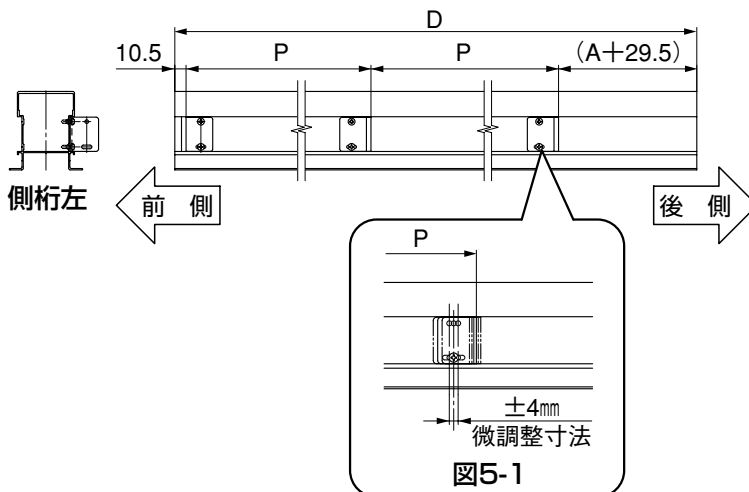

図5-1
- 桁組付金具の下側止め孔は長孔になっています。(図5-1参照)